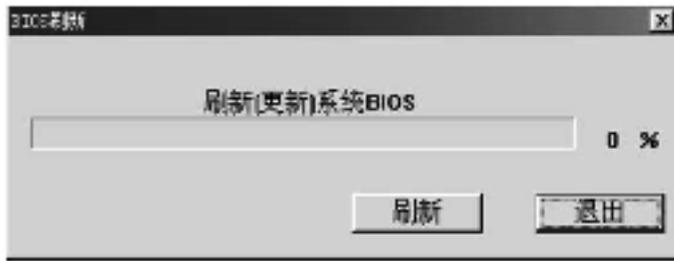

图 2-18 刷新 BIOS 过程
3) 将原 BIOS 文件备份后，即可进行刷新操作了。单击“打开”，选择需要更新的 BIOS 文件后，程序会提示是否更新 BIOS，单击 Update 或“刷新”按钮即开始刷新，如图 2-18 所示。